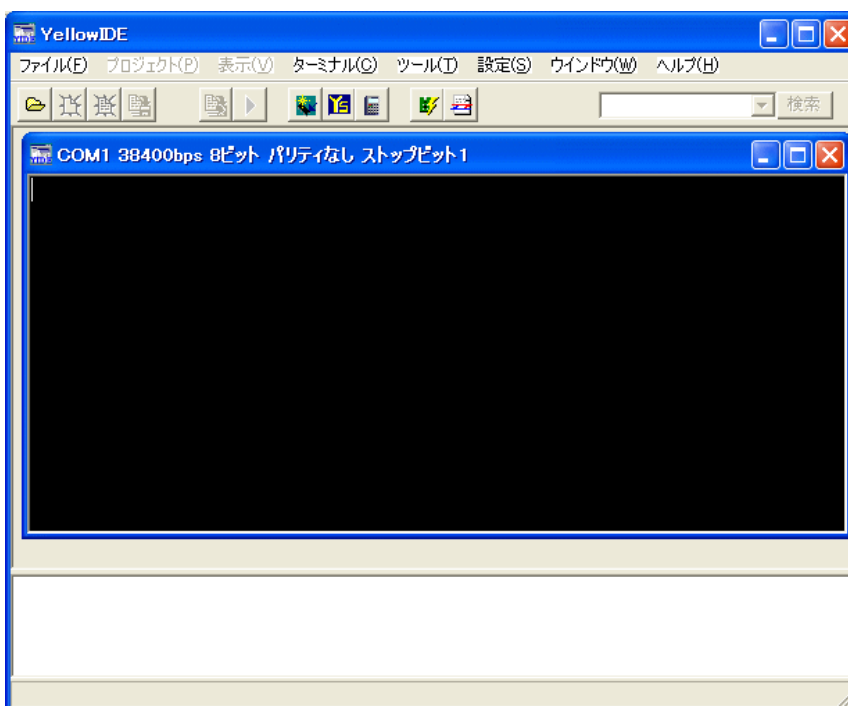

図 18 ターミナル画面
3. [ターミナル]メニューから[表示]を選択し、ターミナル画面を表示します (図 18)。